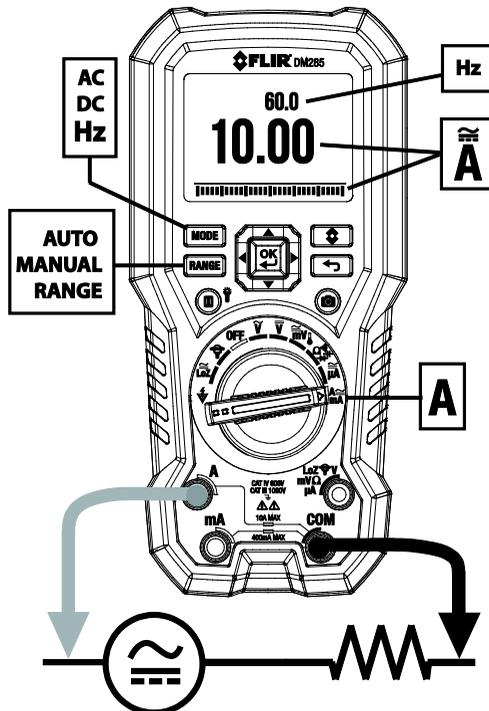

图 9-9 高电流 "A" 测量
4. 进行 "A" 测量时，按照图 9-8 和图 9-9 将探头导线与零件串联，进行 mA 测量和 μ A 测量时，请分别参阅图 9-10 和图 9-11。